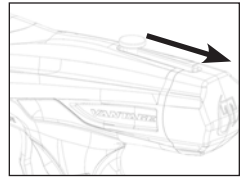

Figura 2: Cargando el Marcador
- b. Como se muestra en la Figura 2, engatille el marcador deslizando el tornillo del mango en su totalidad hacia atrás hasta que este quede asegurado en su lugar. Siempre mantenga su marcador cargado cuando la fuente de aire/CO2 esta conectada al marcador. Esto ayuda a prevenir descargas accidentales.